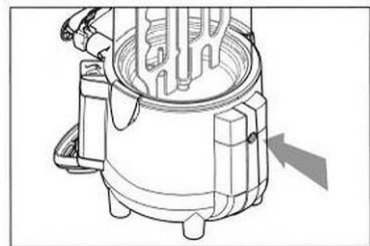

Fig. 3
5. Pulse el botón de reinicio (Fig. 3) con una herramienta adecuada.